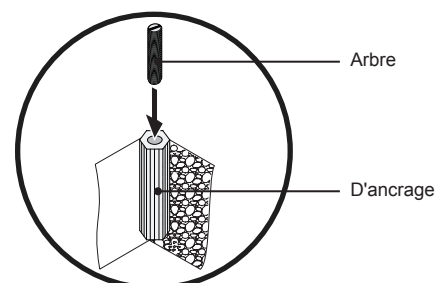

Figure 10. Le perçage des trous de montage
- A chaque emplacement marqué, percer un trou $\frac{7}{16}$ de 1 1/2 po de profondeur (Figure 10). Répétez cette étape pour les autres sites.
- Passez la tige dans l'ancre. Si nécessaire, un tournevis peut être utilisé. Laissez $\frac{3}{8}$ de l'arbre visible (Figure 10).